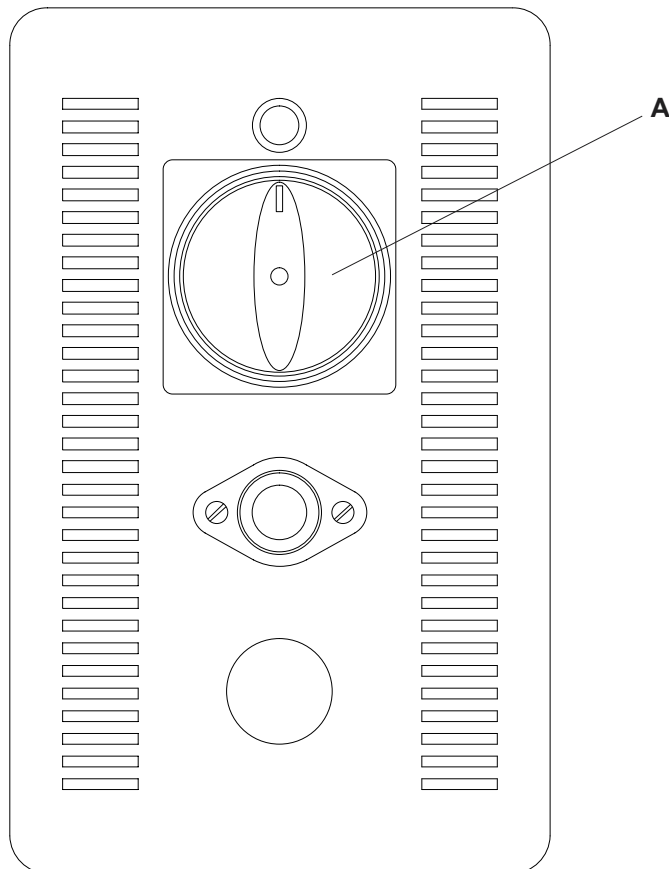

Fig. 10
In caso di emergenza spegnere la saldatrice utilizzando l'interruttore (A) (fig. 10)
In case of emergency, switch off the welder by means of the switch (A), (Fig. 10).
En cas d'urgence éteindre la soudeuse au moyen de l'interrupteur (A), (Fig. 10).
En caso de emergencia apagar la máquina utilizando el interruptor (A) (fig. 10).
Im Notfall schalten Sie die Schweißmaschine mit Hilfe des Schalters (A) (Abb. 10) aus.